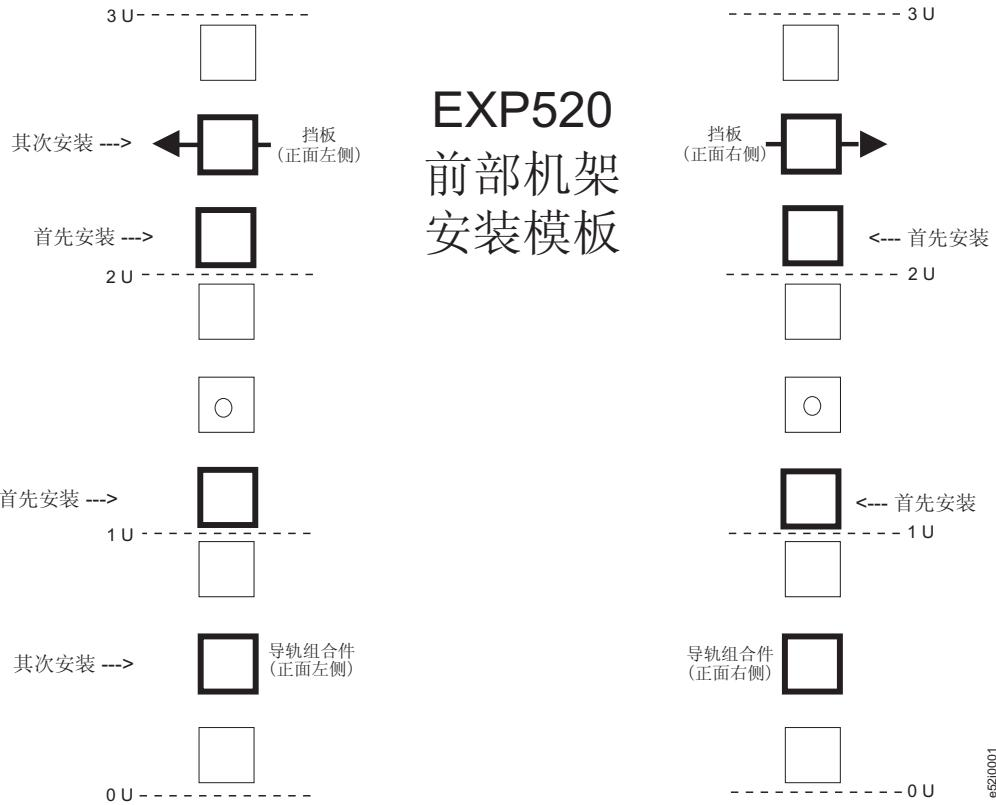
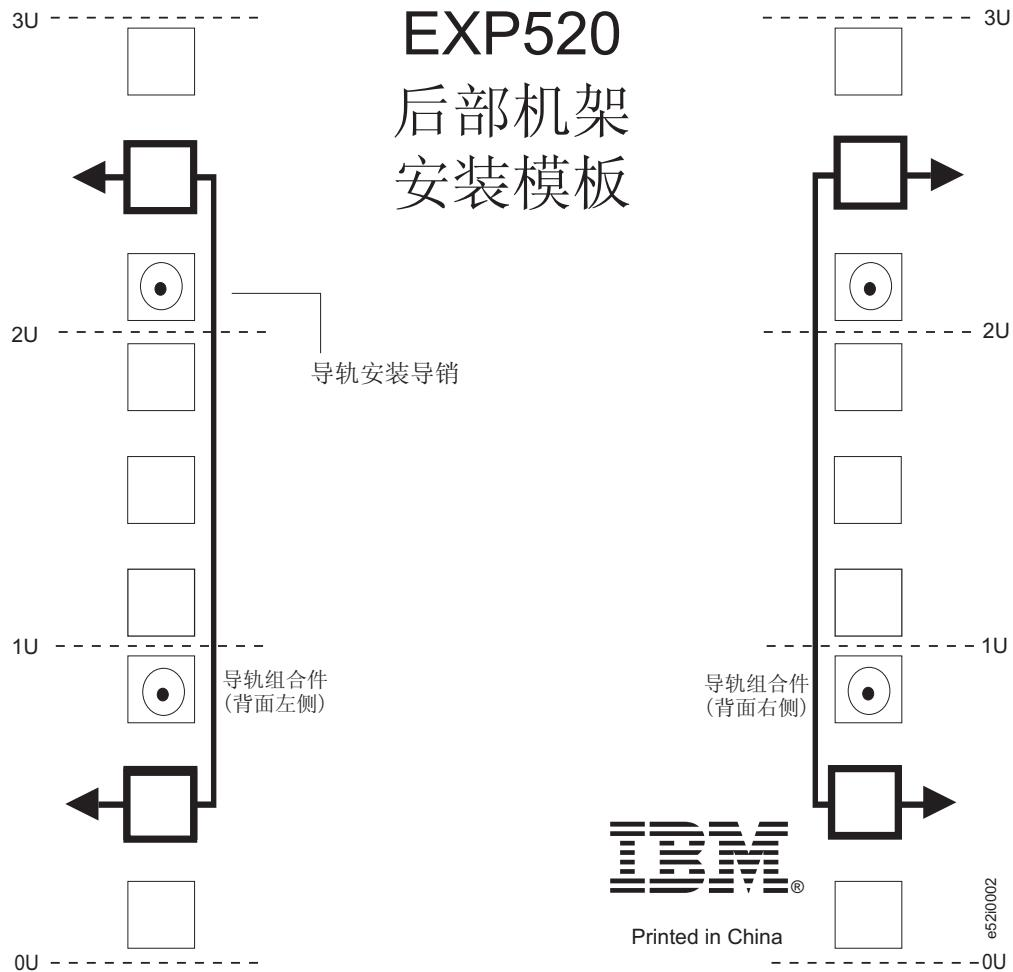

图 9. 前部机架安装模板
图 10. 后部机架安装模板
使用以下模板 (第 23 页的图 9 和第 24 页的图 10) 来确定将支撑导轨和 EXP520 安装到机架时 M5 螺钉的正确插入位置。模板中突出显示了 M5 螺钉的位置。
**警告:** 请使用在第 23 页的图 9 和第 24 页的图 10 中提供的机架安装模板来找出用于将支撑导轨安装到机架的适当机架安装孔。
6. 握住对着机架安装凸缘内部的导轨的后端。请确保导轨安装导销在正确的孔中。有关图例说明, 请参阅第 24 页的图 10。
7. 使用 5/16 (8 毫米) 六角螺丝刀拧紧这两个 M5 螺钉 (2)。
8. 将导轨延伸到机架前端, 直到接触机架安装凸缘的前端 (3)。
9. 拧紧这两个 M5 螺钉 (1)。
**注:** 确保安装了第 23 页的图 9 中标注为优先安装的螺钉。
10. 拧紧左支撑导轨上将导轨的两部分固定在一起的两颗螺钉 (5)。
**注:** 因为机架上的安装孔并不总是与安装螺钉的大小相同, 所以每个支撑导轨边缘 (6) 可能没有对齐。按需要做小幅调整, 确保左右支撑导轨边缘在机架上对齐。如果调整不当, 将导致存储扩展机柜在装入机架时无法与机架平齐。